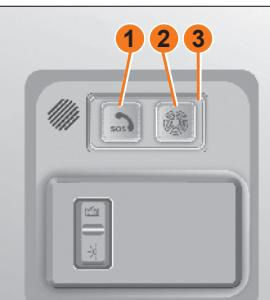

Рис. 68. Компоненты БИП (в вариантом исполнении)
**Управление СВЭОС осуществляется в блоке интерфейса пользователя (рис. 68):**